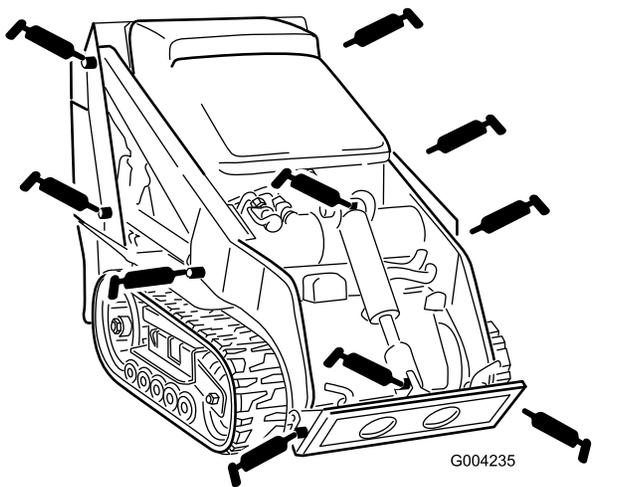
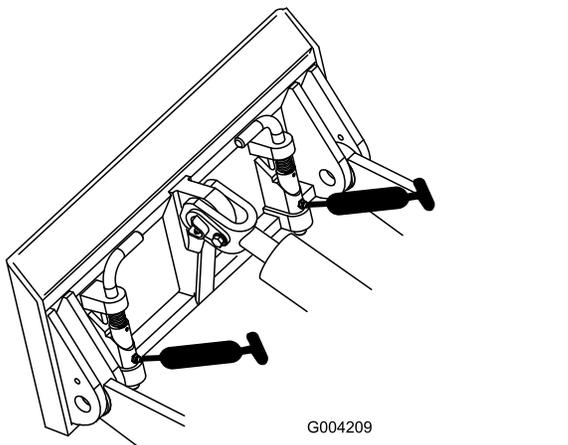

Figure 34
Figure 35
3. Raccordez une pompe à graisse à chaque graisseur (Figure 34 et Figure 35).